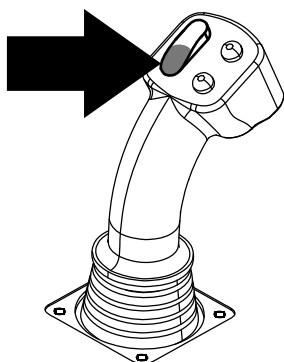

Figura 5
**Importante:** No joystick esquerdo, certifique-se de que pressiona a parte inferior do seletor basculante do came totalmente para baixo, até que as ações de cada etapa sejam concluídas (Figura 5).